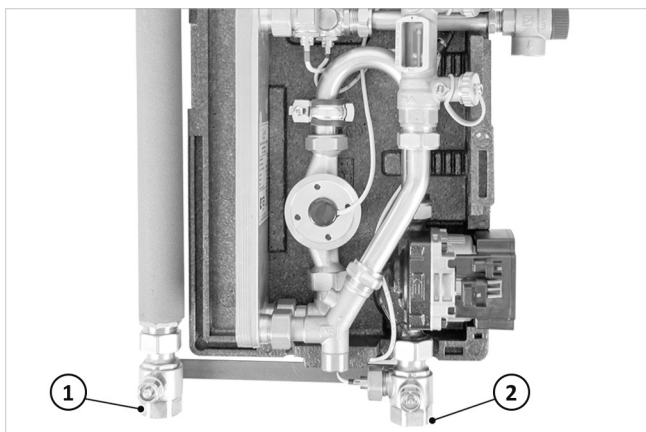

Abb. 9: Anschluss SolvisBen an Solarwärmeübergabestation
5. T-Stück (2) zwischen Wellrohr (3) am Solar-Rücklauf und MAG-Anschlussgruppe (1) montieren.
6. Den freien Abgang des T-Stückes (2) mit dem Rücklaufkugelhahn (→ Abb. 9, 2) der Solarwärmeübergabestation verbinden.